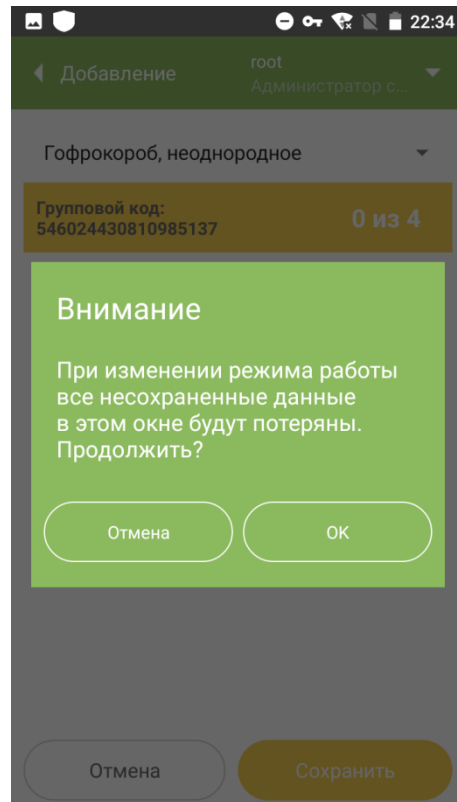

Рисунок 6.5
- 2.1.3. Если требуется изменить тип групповой упаковки, выбрать из выпадающего списка нужный тип. Появится системное сообщение о том, что несохраненная информация будет утеряна (Рисунок 6.5).